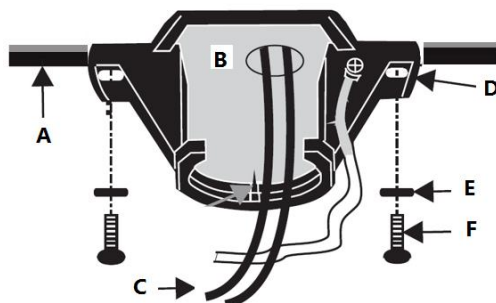

Fig. 6
Pase los cables de corriente (C) de la caja eléctrica del techo (B) por el centro del soporte mural del techo (D). Instale el soporte mural del techo (D) en la caja eléctrica (B) con los tornillos de montaje (F) incluidos con la caja eléctrica y las arandelas (E) incluidas con el ventilador. **Fig. 6**